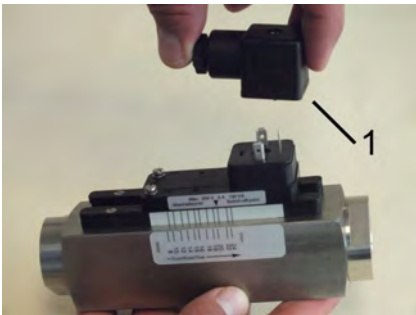

Abb. 53: Steckerdose abziehen
2. ➤ Steckerdose mit dazugehöriger Dichtung (Abb. 53/1) nach oben abziehen